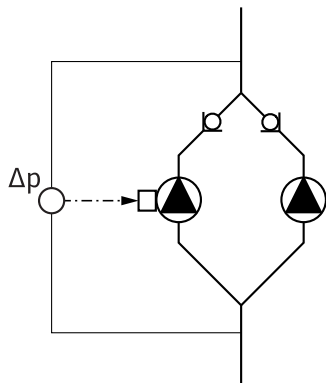

Fig. 7 : Exemple, raccord du capteur de pression différentielle
- Dans l'exemple présenté sur la fig. 7, la pompe maître est la pompe gauche dans le sens d'écoulement. Raccorder le capteur de pression différentielle sur cette pompe.
Les points de mesure du capteur de pression différentielle de la pompe maître doivent se trouver dans le tuyau collecteur concerné côté aspiration et refoulement de la station à double pompe (fig. 7).